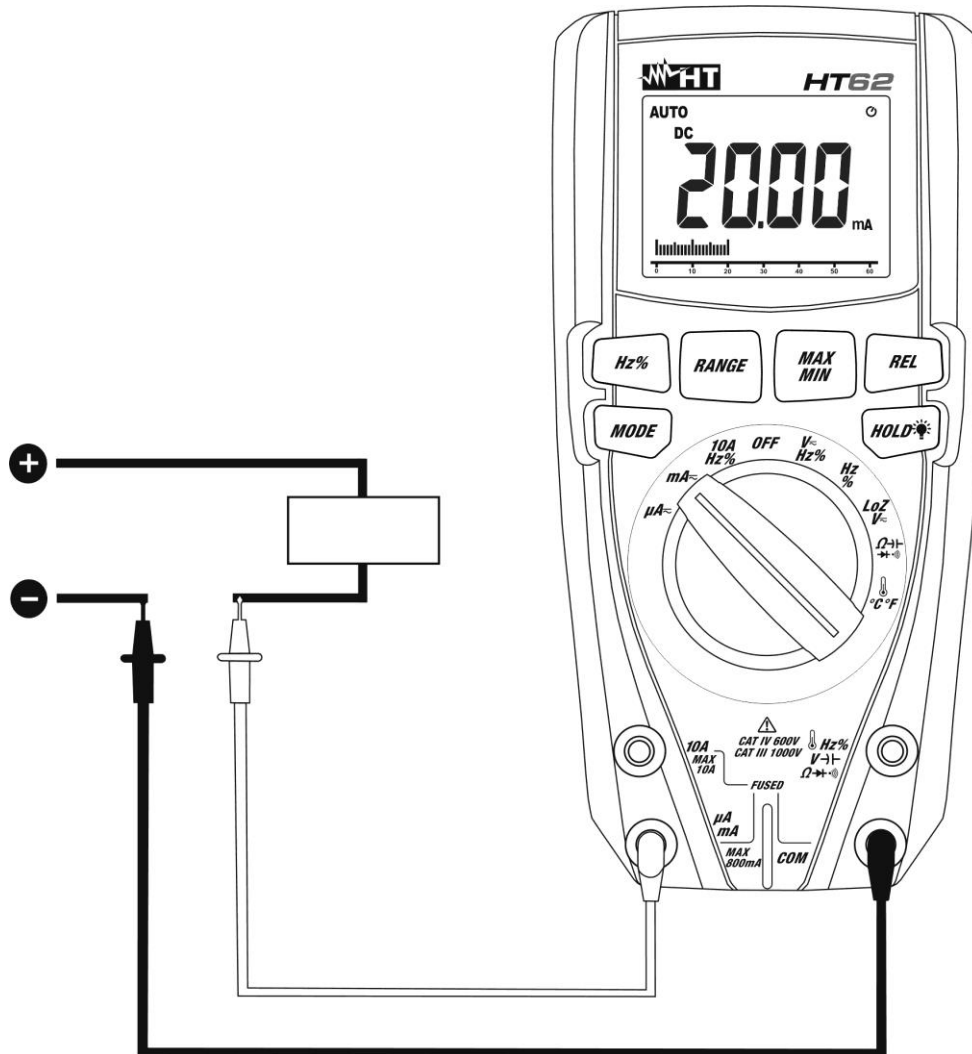

Fig. 10: Uso dello strumento per misura di Corrente DC
4. Collegare il puntale rosso ed il puntale nero in serie al circuito di cui si vuole misurare la corrente rispettando la polarità ed il verso della corrente (vedere Fig. 10).
7. La visualizzazione del simbolo "-" sul display dello strumento indica che la corrente ha verso opposto rispetto alla connessione di Fig. 10.